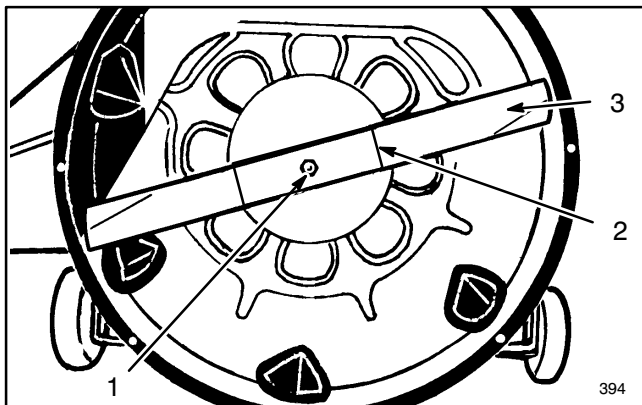

Figure 20
6. Saisir l'extrémité de la lame à l'aide d'un chiffon ou d'un gant épais. Puis enlever le boulon de la lame, la rondelle et la lame (Fig. 20).
9. Remettre l'un après l'autre, la lame, le raidisseur, la rondelle et le boulon de la lame (Fig. 20). Appuyer le côté concave de la rondelle incurvée contre la lame. Serrer le boulon à 61-81 Nm.